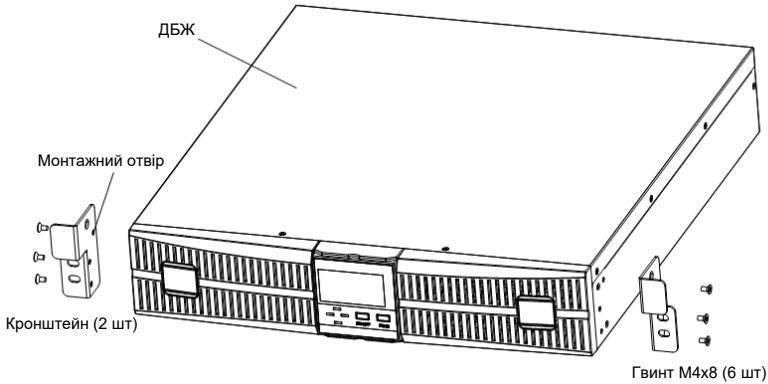

Рис.4-7 Встановлення кронштейнів
1. Вийміть два кронштейни та шість гвинтів M4 × 10 з аксесуарів і закріпіть кронштейни на ДБЖ за допомогою гвинтів через монтажний отвір, як показано на рис. 4-7.